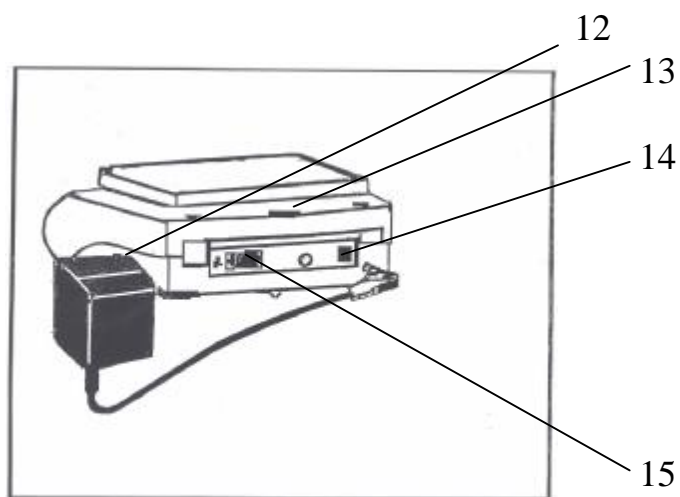

Рисунок 5 – Вид весов сзади
- установить брызгозащитное кольцо (3)
- установить держатель чашки (2)
- установить весовую чашку (1);
- подсоединить блок питания (12), см. рисунок 5.
- установить нижнюю крышку (9);
- установить держатель чашки (2);
- установить ветрозащитное кольцо (8);
- накрыть ветрозащитное кольцо верхней крышкой (11);